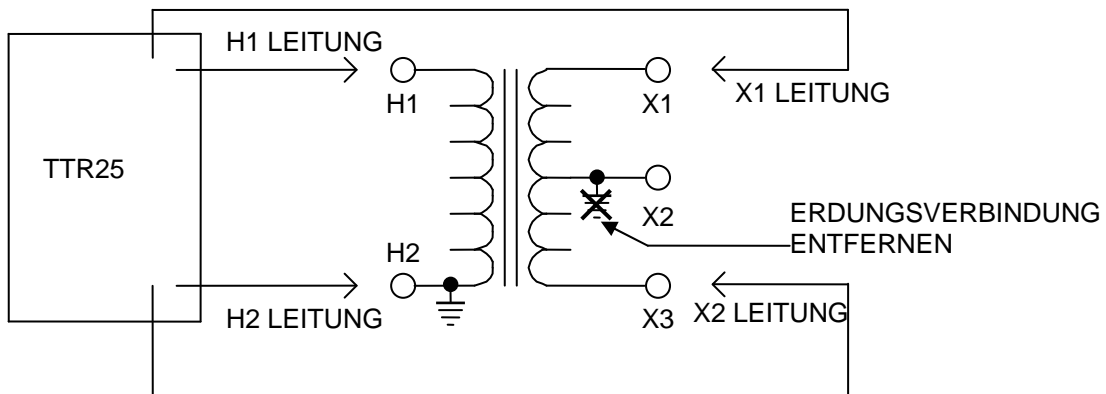

Abbildung 4-7 Anordnung für das Prüfen der X1 – X3 Wicklung eines Netztransformators
5. Zum Prüfen der kompletten Sekundärwicklung (X1 – X3), verbinden Sie die X1 Klemme mit dem X1 Anschluss und die X2 Klemme mit dem X3 Anschluss. Trennen Sie den Erdungsanschluss zum X2 Transformatoranschluss, bevor Sie mit der Prüfung beginnen. Sie können erwarten, dass die Polarität der Wicklung normal ist („+“ Zeichen erscheint vor dem Prüfergebnis für das Windungszahlverhältnis). *Siehe Abbildung 4-7.*